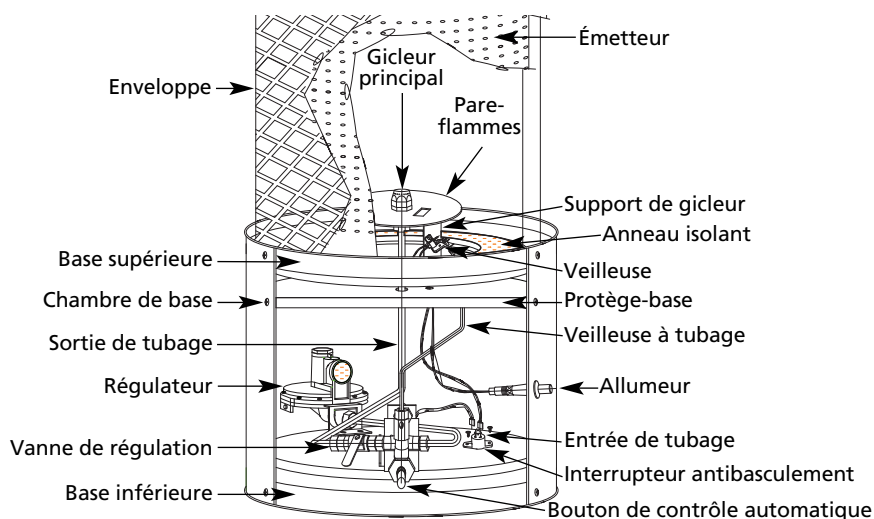

Figure 4 – Identification des pièces du modèle RA250NGDGD
4. Appuyer sur le bouton de contrôle automatique (voir la Figure 4) et le maintenir enfoncé. Appuyer sur le bouton de l'allumeur (voir la Figure 4). Il se peut qu'il faille appuyer plusieurs fois sur le bouton de l'allumeur avant que la veilleuse s'allume.